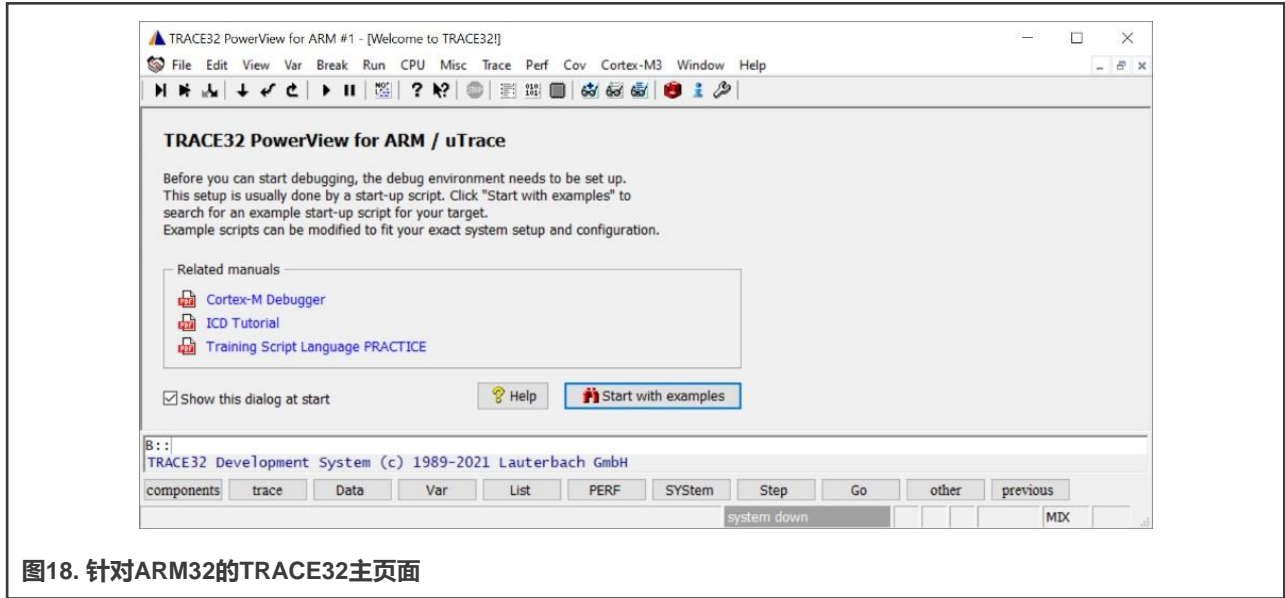

图18. 针对ARM32的TRACE32主页面
2. 图18所示为TRACE32对于ARM32的主页面。如果主页面底部的状态栏显示“掉电”而不是“系统停止”，请检查调试器的电源以及它与EVK板的JTAG接口的连接。